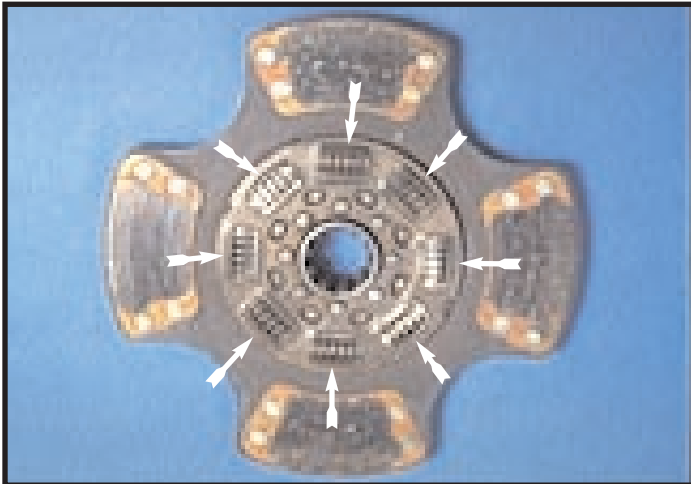
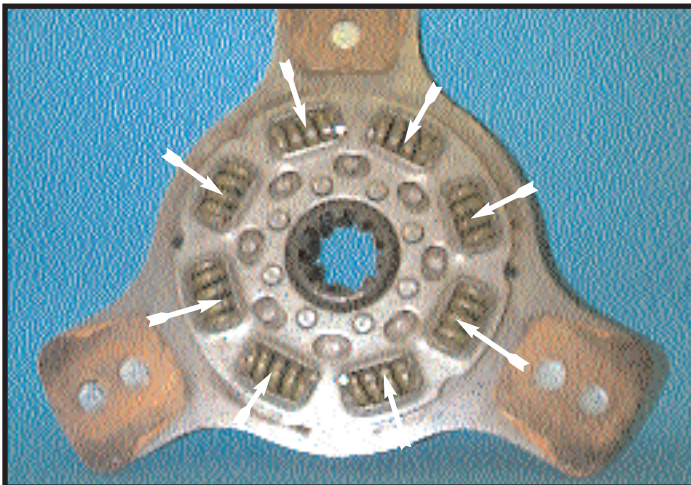

Figura 49: (EPP 14")
Figura 50: (SAS 1402)
2.) Los resortes amortiguadores (véanse las flechas, figuras 49 y 50) han estado en contacto con los pernos de montaje del volante porque el disco impulsado delantero se instaló al revés. El disco impulsado (en la figura 49) se había desgastado durante un tiempo antes de que ocurriera la interferencia (como lo indica el patrón de desgaste completo en los botones de cerámica) mientras que el de la figura 50 se utilizó tan sólo un corto tiempo.